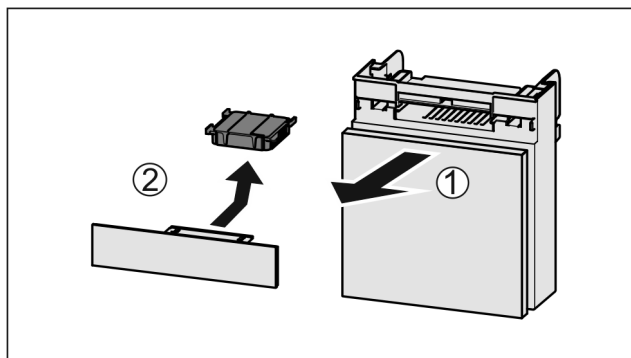

Fig. 61
- ▶ Потягніть Fig. 61 (1) відділення вперед.
- ▶ Витягнути Fig. 61 (2) фільтр з активованого вугілля.